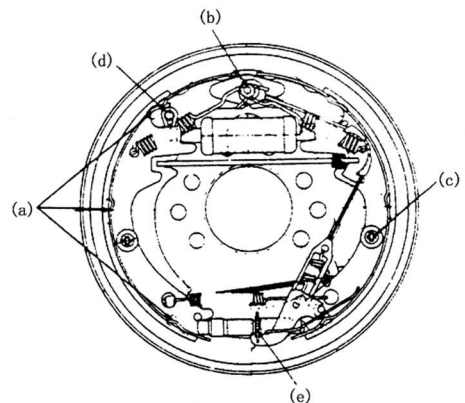

Fig. 9-27
(4) Aplique aceite lubricante en los puntos a. b. c. d. y e indicados en la Fig.9-27.